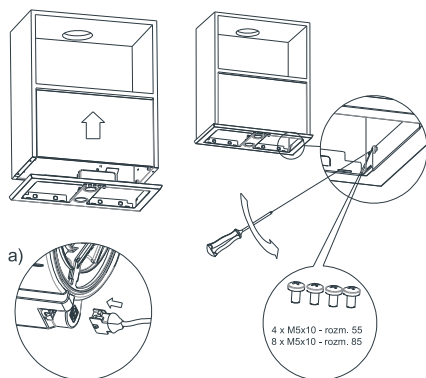

Рис. 13
7.7. Установите декоративную рамку и алюминиевый фильтр (Рис. 13).